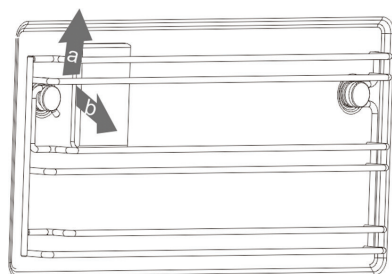

Рис. 1
1. Поднимите направляющую спереди (a) и слегка потяните в направлении стрелки (b) (рис. 1).
1. Вставьте направляющую в заднее гнездо в направлении стрелки (a) (рис. 1)